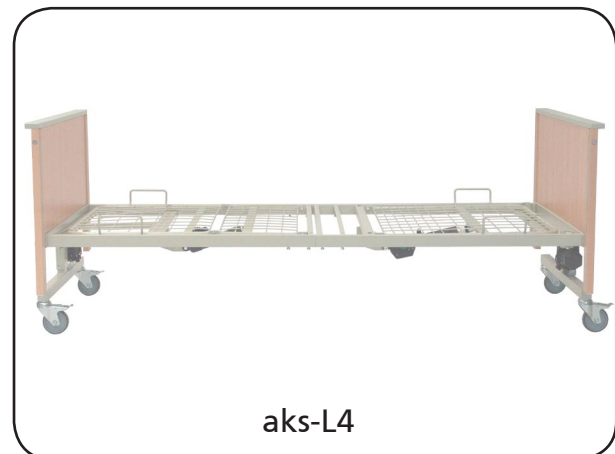

Abbildung 16
5. Heben Sie nun die beiden Liegeflächenhälften in der Mitte an und stecken Sie die Liegeflächenhälften zusammen. Drehen Sie die restlichen 4 Zylinderkopfschrauben ein und ziehen Sie anschließend **alle** Zylinderkopfschrauben mit dem beiliegenden Innensechskantschlüssel (6 mm) fest (Abbildung 16).